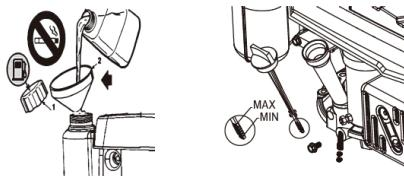

рис.7
-снимите крышку заливной горловины, очистите наконечник щупа, вставьте и затяните; -выньте щуп и проверьте уровень масла, который должен находиться между отметками «MIN» и «MAX»; если требуется масло, добавьте масло того же типа до отметки «MAX», соблюдая осторожность, чтобы не пролить масло за пределы; -закройте крышку заливной горловины и вытрите пролитое масло (рис.7).